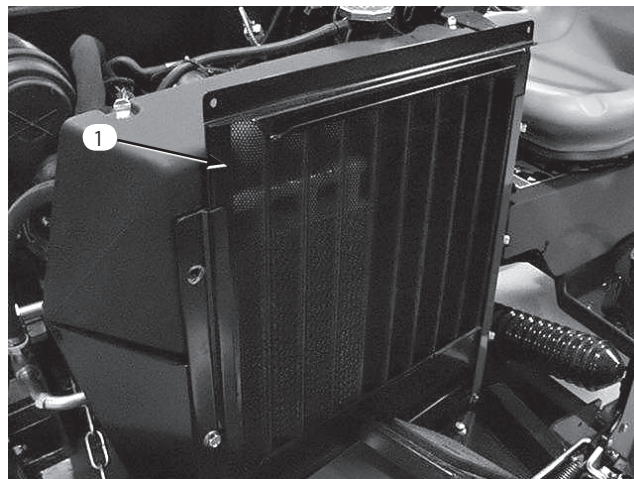
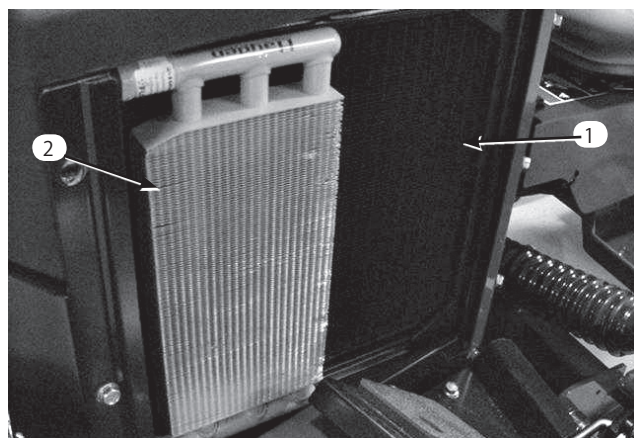

図23
図24
1. ラジエター (図24)、スクリーン (図23)、オイル・クーラ (図24) に付いているホコリを取る。この部分は毎日の点検清掃が必要、ホコリの多い環境では数時間おきに点検する。清掃要領については40ページを参照のこと。